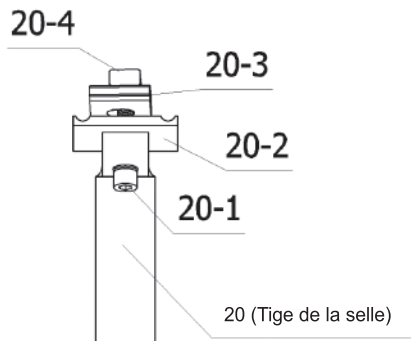
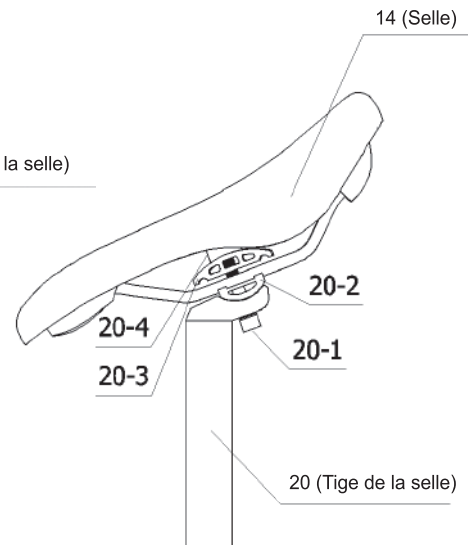

Figure 23-2.
Figure 23-3.
b. Faites pivoter le couvercle supérieur (pièce 20-3 et pièce 20-4) de 90°, comme illustré dans la Figure 23-2, puis installez le rail de guidage de la selle dans la rainure du tube de la selle, comme illustré dans la Figure 23-3.